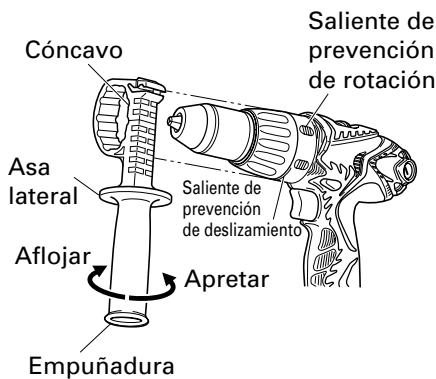

Fig. 18
(1) Instale el asa lateral de manera que los salientes de la unidad principal encajen en las ranuras del asa lateral. Apriete la empuñadura después de comprobar que el asa lateral no se encuentre encima del saliente de prevención de deslizamiento. (Fig. 18)
(2) Para desmontar el asa lateral, afloje la empuñadura.